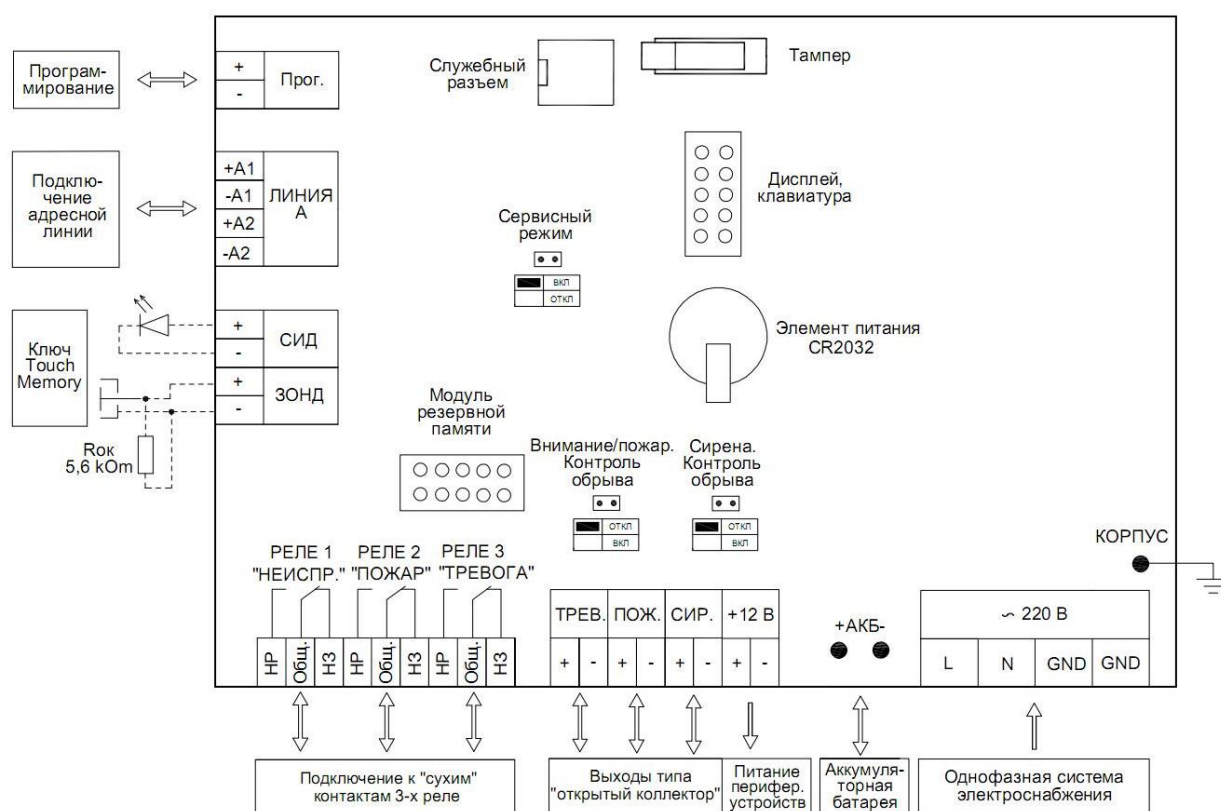

Рис. 3. Расположение клемм подключения на системной плате АПКП.
5.1.3. На блоке питания АПКП (рис.3) расположены клеммы питания $\approx 220\text{В}$ и заземления.
5.1.4. На системной плате (рис.3) расположены клеммы:
5.1.5. На системной плате рис.3 расположены три перемычки (три джампера):